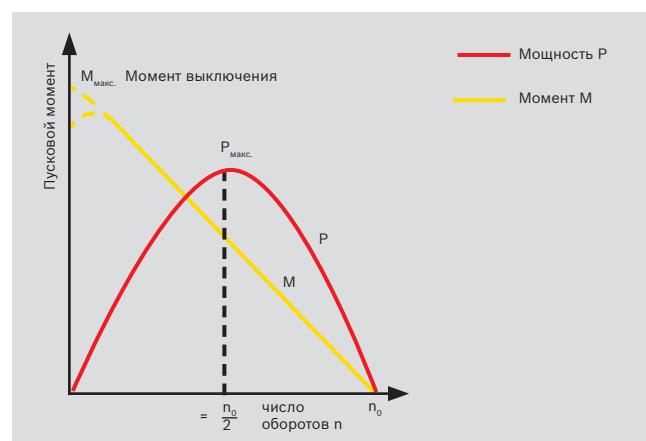

Рис. 1: Характеристики пневмодвигателя
- ▶ Пневмодвигатель всегда обеспечивает необходимый крутящий момент для различных областей применения инструмента. При возрастании нагрузки и уменьшении частоты вращения крутящий момент возрастает до максимального значения при остановке (рис. 1) – эта особенность используется, например, в шуруповертах